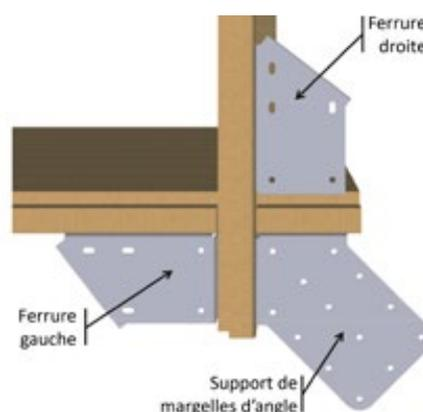

Figure 19 – Mise en place des ferrures dans les angles
- Dans les angles, montez quatre ferrures « droite » et quatre ferrures « gauche », ainsi que quatre supports de margelles d'angle, selon la **Figure 19**. Utilisez 4 vis penture torx 6 × 20 en inox A2 (sachet G) par équerre et 6 vis penture torx 6 × 20 en inox A2 (sachet G) par ferrure, soit un total de 64 vis.